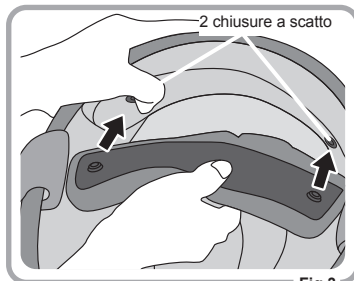

Fig.3
3. Chiudere saldamente le 2 chiusure a scatto sulla parte posteriore delle guanciere. Ripetere la stessa procedura per l'altra guanciera. (Fig.3)